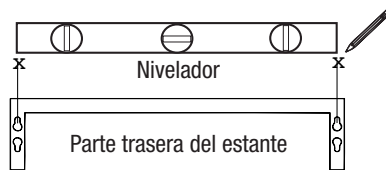

Figura 1
PASO 1: Seleccione las áreas de instalación y marque las ubicaciones de los ojos de la cerradura sobre la pared a la distancia correcta. Utilice un nivelador para asegurar que las repisas estén derechas como se muestra en la **Figura 1**.